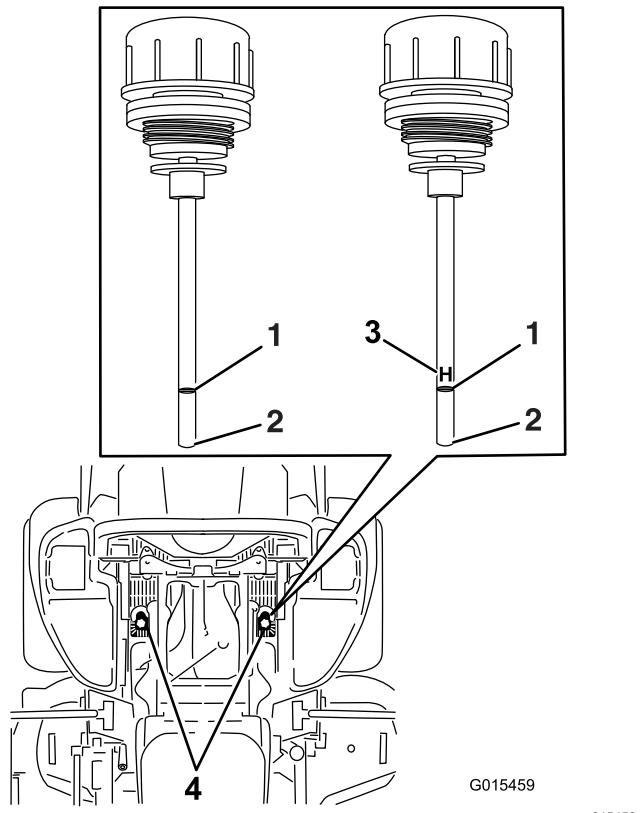

Figure 92
6. Nettoyez la surface autour des jauge des réservoirs du système hydraulique (Figure 92).
7. Sortez une jauge du réservoir hydraulique (Figure 92).
9. Ressortez la jauge et examinez l'extrémité (Figure 92).